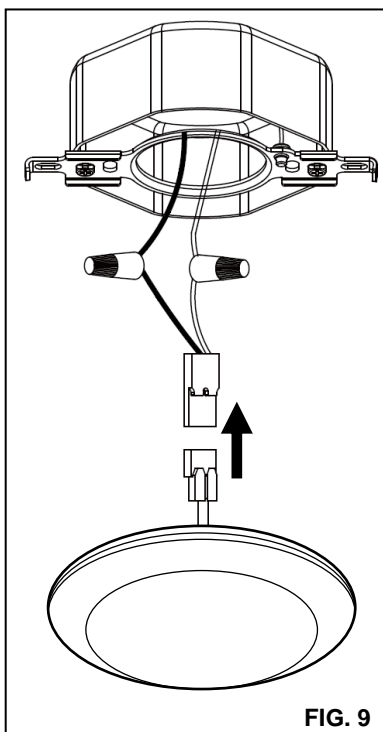

FIG. 9
3. Use tuercas de cables para conectar el lado macho del adaptador con los cables de alimentación (negro a negro y blanco a blanco). **(FIG. 9)**
4. Conecte el conector rápido de la caja de alimentación al conector rápido del luminario. **(FIG. 9)**